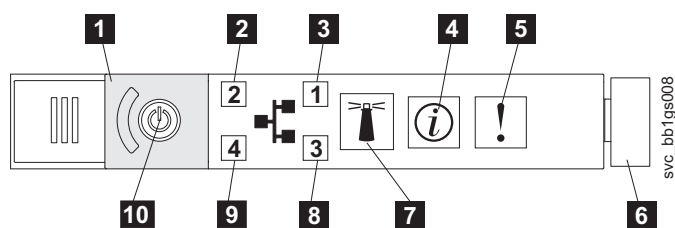

図 83. SAN ボリューム・コントローラー 2145-CF8 オペレーター情報パネル
1. SAN ボリューム・コントローラー 2145-CF8 オペレーター情報パネル 上のエラー LED (図 83 を参照) が点灯または明滅していますか?